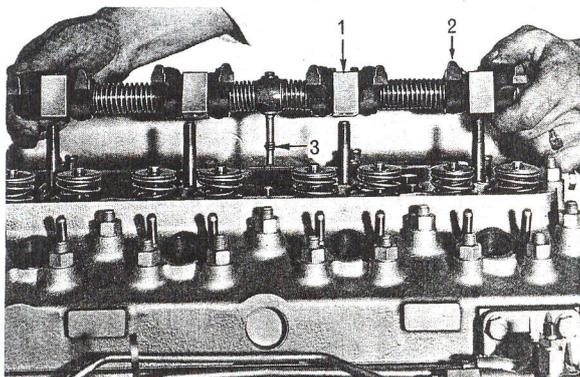

Fig. G3 — Dépose de la rampe des culbuteurs.
| 6 M | — Déposer l'ensemble boîte à eau et refroidisseur d'huile moteur après avoir retiré les vis de fixation inférieures. | 15 et 15 M | — Déposer la rampe des culbuteurs (fig. G3). |
2. Remonter les supports de rampe, les ressorts et les culbuteurs sur l'axe en respectant l'ordre indiqué à la figure G3. Les supports de rampe sont interchangeable, et lors de la repose, s'assurer que les orifices des goujons sont tous du côté droit, rampe vue de l'avant.